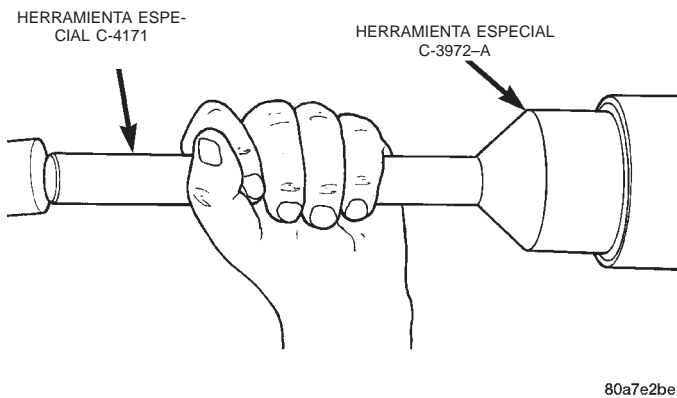

Fig. 12 Instalación de la junta del piñón
(1) Aplique una capa delgada de lubricante para engranajes en el borde de la junta del piñón. Coloque la junta con el instalador C-3972-A y el mango C-4171 (Fig. 12).